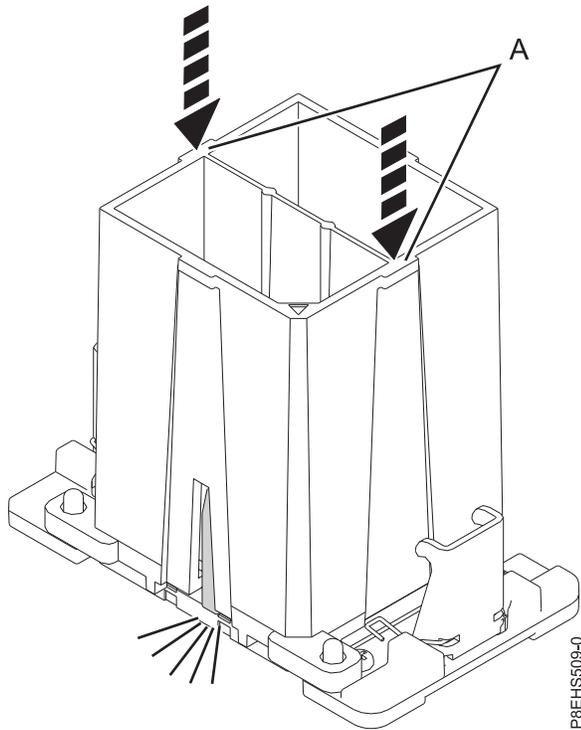

図 127. システム・プロセッサ・モジュールをツールにロック
- c. 取り外しツール (A) がシステム・プロセッサ・モジュールの上に乗った状態で、ツールを押し下げて、システム・プロセッサ・モジュールをツールにロックします (114 ページの図 127 を参照)。両方のツールあご部がシステム・プロセッサ・モジュールにロックされていることを確認します。指示があるまで青色のリリース・タブを押さないでください。